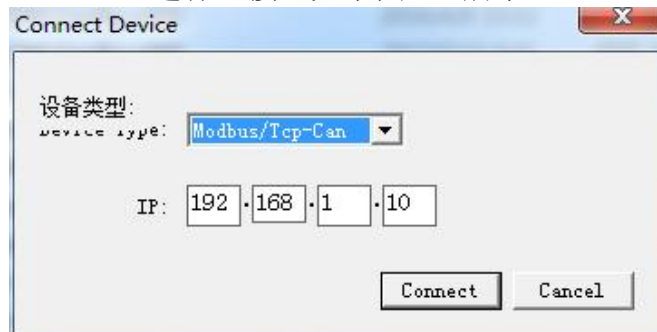

图 4.2 配置软件初始界面
2. 打开光盘中的“Gan205 EtherCanConfigv3”软件，输入 GCAN-205 模块的 IP 地址，点击“Connect”进行连接。如下图 4.2 所示。